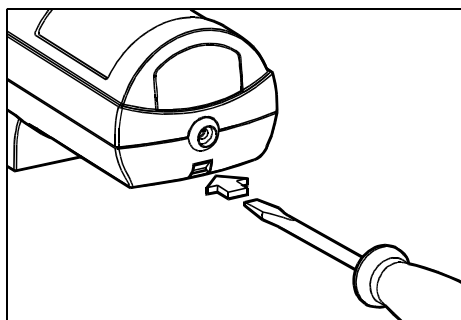

Рисунок 2
- снять крышку извещателя, вставив отвертку в паз основания и надавить на зацеп (рисунок 2);